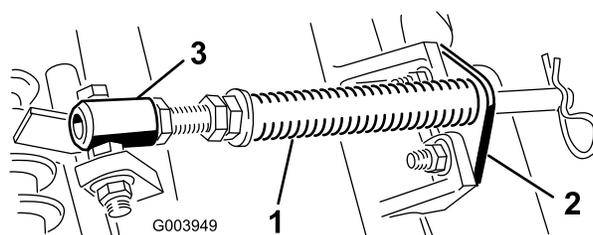

図4
- A. カッティングユニットのタブにロッドブラケットを固定しているキャリッジボルト2本を外す **図4**。
- B. スプリングチューブのボルトをキャリアフレームのタブに固定しているフランジナット **図4** を外し、アセンブリを取り外す。